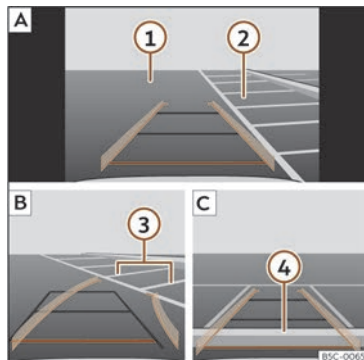

Fig. 154 Visualització a la pantalla del sistema d'Infotainment: aparcar amb l'assistent de marxa enrere.
Llegenda de la >>> **fig. 154:**
- Situeu el vehicle davant de l'espai d'aparcament >>> **fig. 154** **2** **A**.